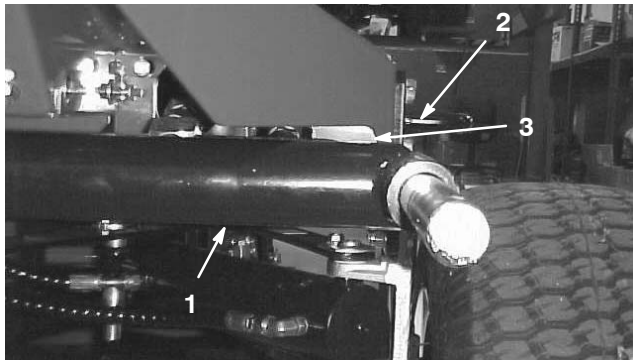
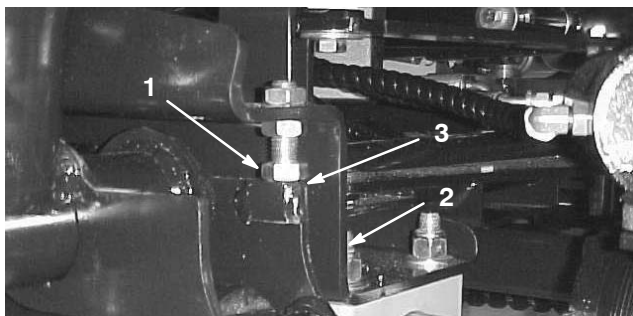
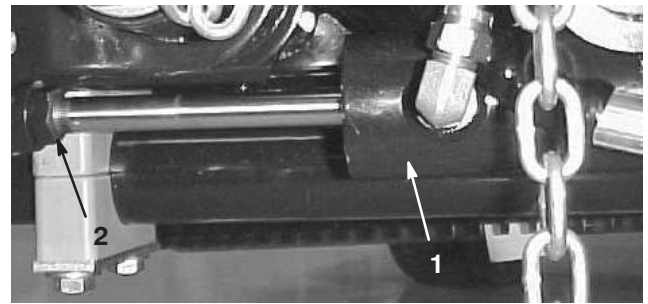

Bild 10
Bild 11
Bild 12
1. Starten Sie den Motor, heben die Mähwerke an und prüfen, ob der Abstand zwischen jedem Hubarm und dem Bügel auf der Bodenplatte zwischen 5 und 8 mm liegt (Bild 10). Drehen Sie die Anschlagschrauben (Bild 11) zurück und stellen den Zylinder so weit ein, dass sich der richtige Abstand ergibt, wenn der Abstand davon abweicht. Drehen Sie die Klemmmutter am Zylinder zu dessen Einstellung zurück (Bild 12), entfernen den Stift aus dem Stangenende und drehen den Lastbügel. Montieren Sie den Stift und prüfen den Abstand nach. Wiederholen Sie diesen Vorgang nach Bedarf. Ziehen Sie nun die Klemmmutter am Lastbügel fest.
2. Prüfen Sie, ob der Abstand zwischen jedem Hubarm und der Anschlagschraube zwischen 0,13 und 1,02 mm liegt (Bild 11). Justieren Sie die Anschlagschrauben, bis sich der richtige Abstand ergibt, wenn der Abstand davon abweicht.